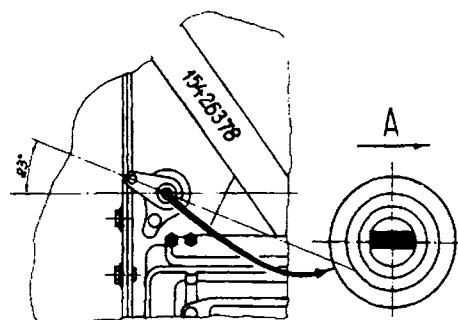

Рис. 7-8. Установка привода распределителя
3. Закрепить корпус привода держателем и гайкой так, чтобы кронштейн с резьбовым отверстием, имеющийся на корпусе привода, был направлен назад, считая по ходу автобуса, и повернут, примерно, на 23° влево по часовой стрелке от продольной оси двигателя, как указано на рис. 7-8.